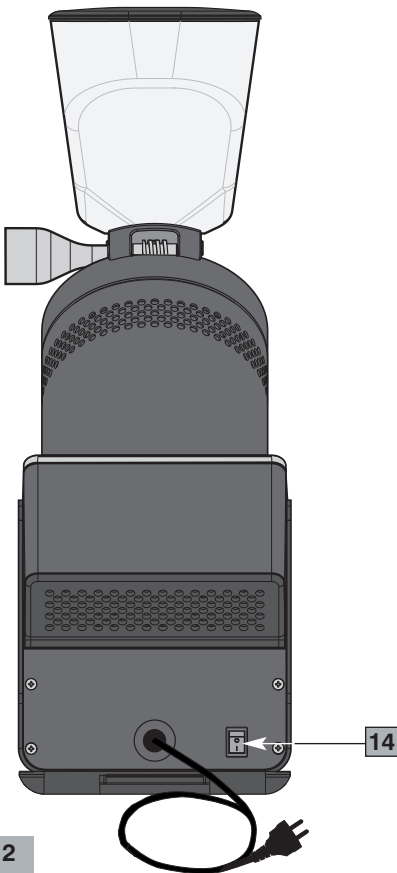

Fig. 2
### Componentes principales (Fig. 1, Fig. 2, Fig. 3, Fig. 4)
| 5 | Anillo regulación del molido       | 14 | Interruptor ON-OFF (I-O) (Fig. 2) |
Antes de conectar el enchufe a la toma de corriente, controlar que el interruptor ON-OFF (14 Fig. 2) esté en posición "O" de apagado.
- 2 Colocar el interruptor ON-OFF (14 Fig. 2) en la posición "I". El panel (7 Fig. 1) se ilumina (véase Fig. 4).